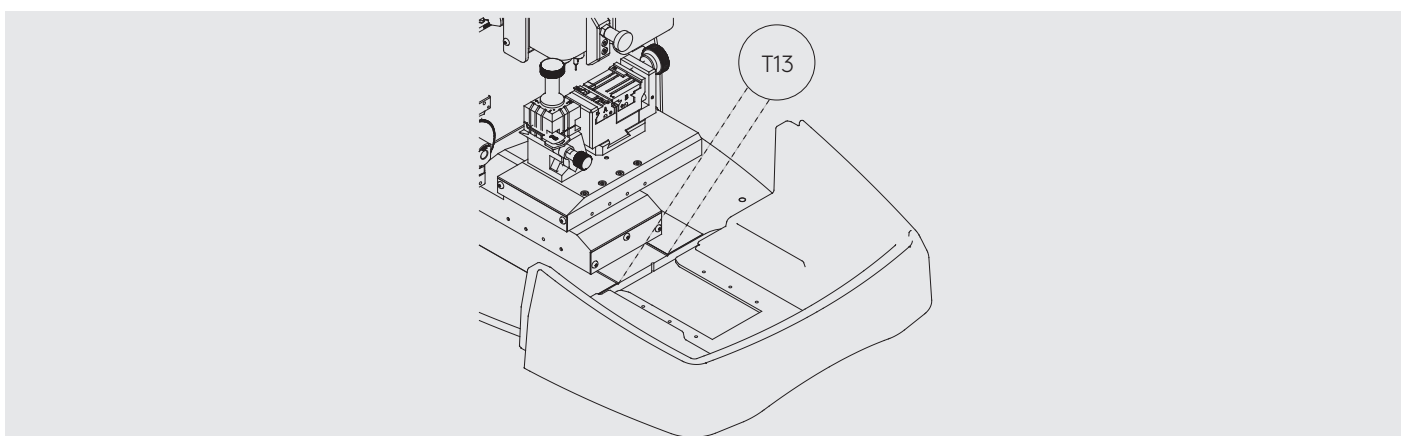

Fig.30
- 3) Volver a introducir la bandeja llevando hasta el fondo siguiendo las dos rayas (T13) marcadas en color negro en la bancada.(Fig.30)
- 3) Push the tray all the way back in following the two stripes (T13) marked in black on the baseplate (Fig. 30).